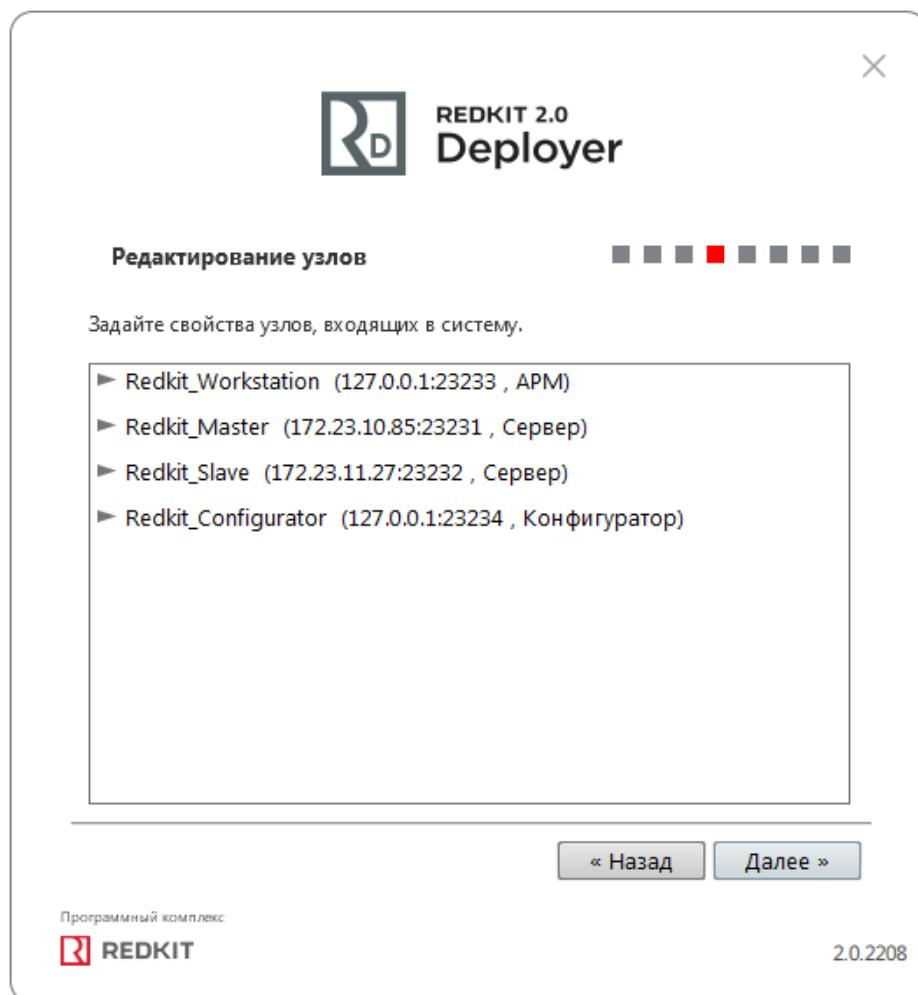

Рисунок 18 - Редактирование узлов
10. Убедитесь, что сетевые параметры узлов корректно указаны (Рисунок 18, Таблица 4), т.е.: